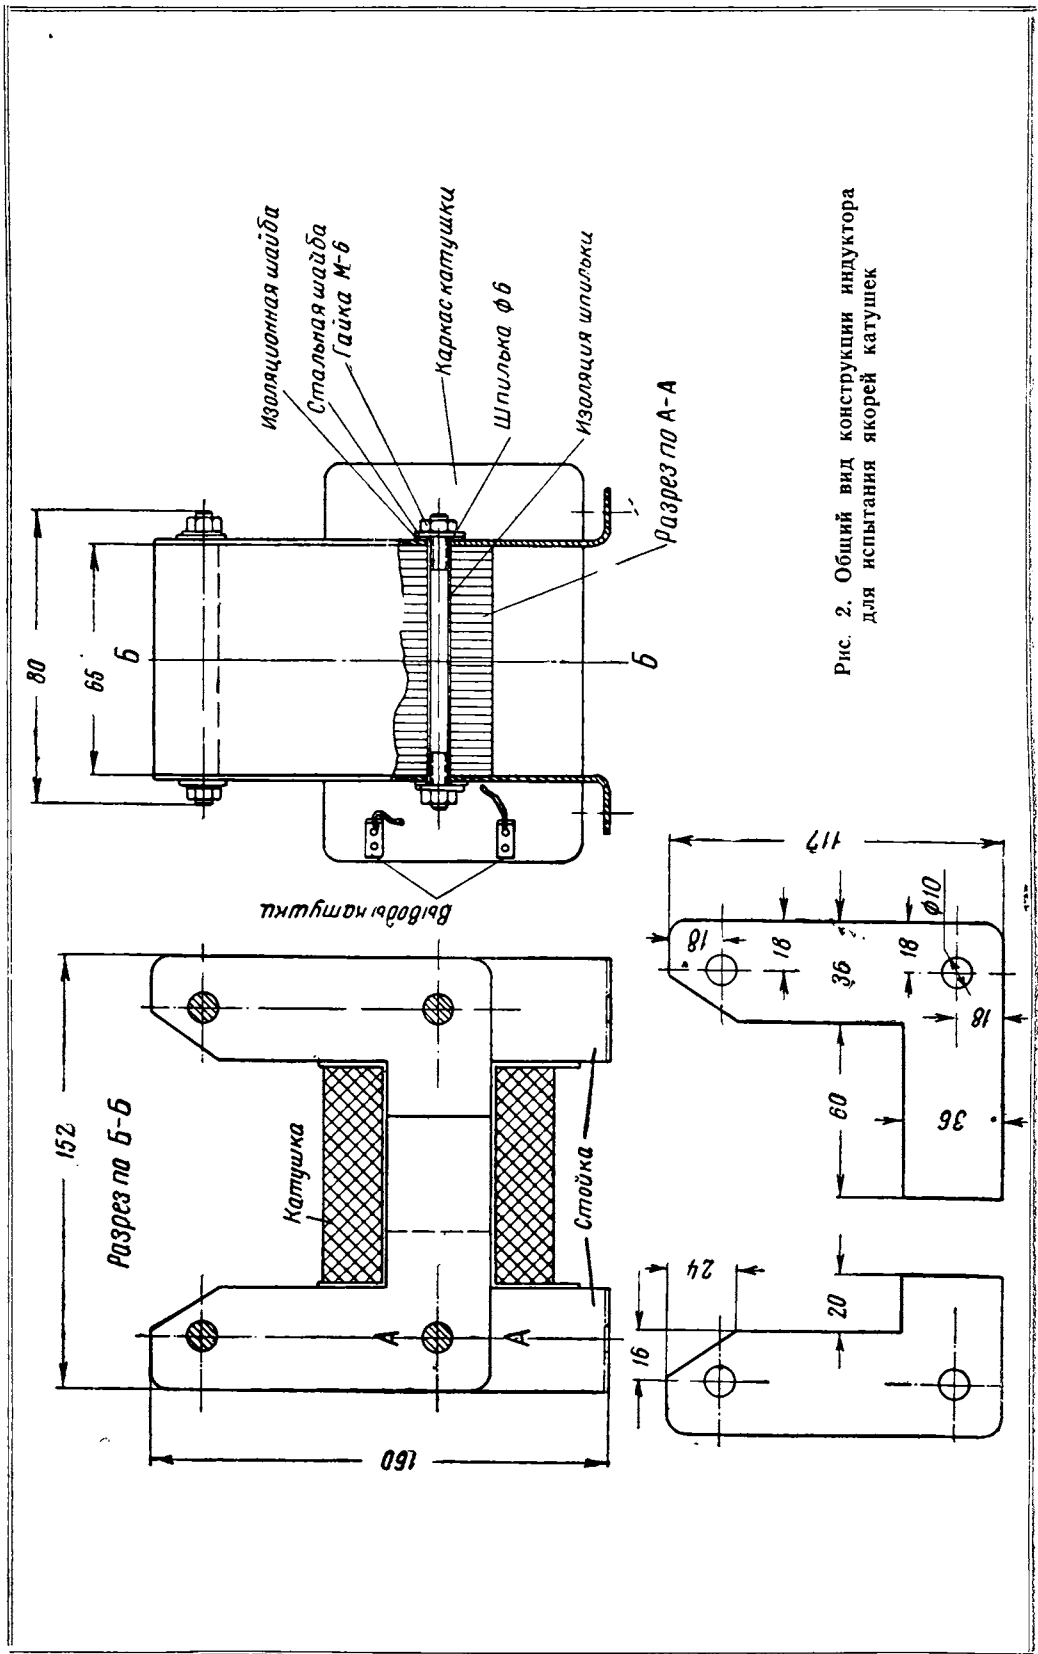

Рис. 2. Общий вид конструкции индуктора для испытания якорей катушек
2. Индуктор* (рис. 2). Его можно изготовить из листов трансформаторной стали от автотрансформатора типа КАТ (штамп Г-36) или вырезать из кровельного железа. Толщина набора сердечника — около 65 мм. Стяжку сердечника следует осуществить 4 шпильками, изолированными от сердечника и боковых нажимных стоек (они изготавливаются из листовой стали толщиной 1,5—3 мм). Каркас катушки — клеенный из плотного картона или сборный из тонкой фанеры или текстолита. Обмотка — из медного обмоточного прово-